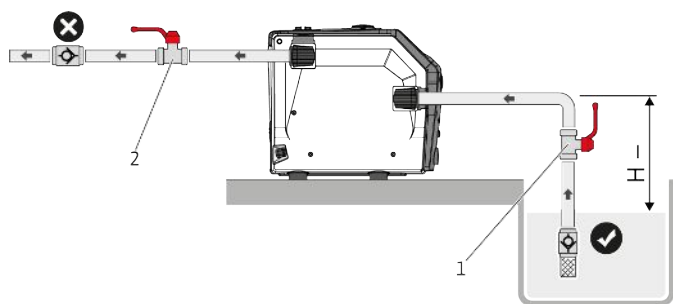
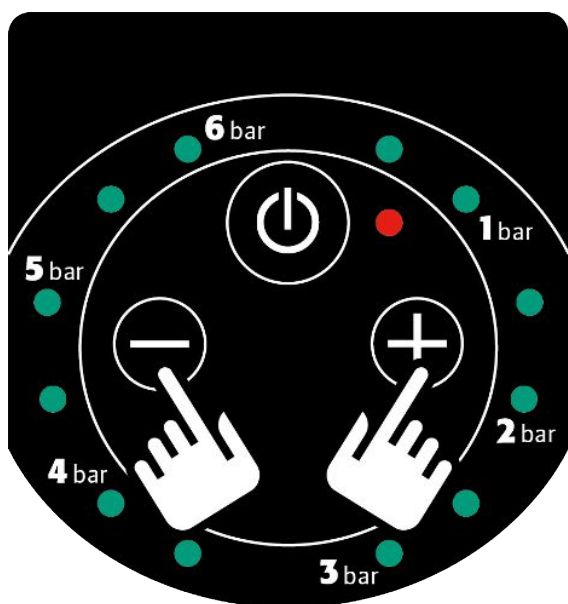

Fig. 7: Режим всмоктування
Fig. 10: Кнопка керування «+» і «-»
1. Якщо насос встановлено в режимі всмоктування (Fig. 7), натискайте кнопки керування «+» і «-» одночасно протягом 5 секунд (Fig. 10).
- Закрити засувки (Fig. 7, поз. 1, 2) зі всмоктувальної та напірної сторони.